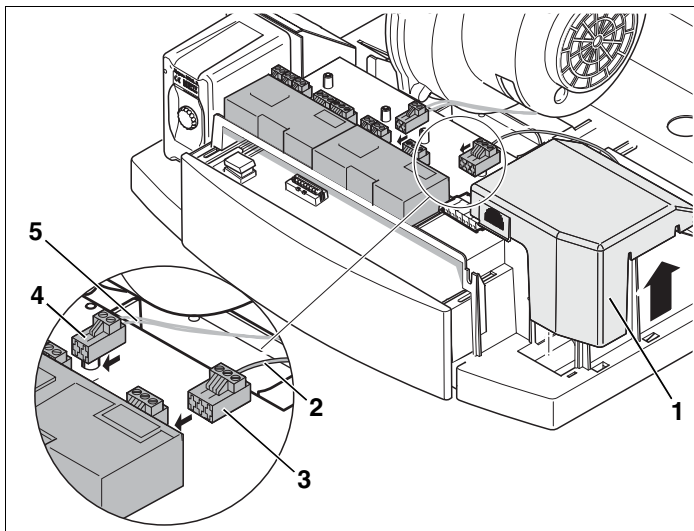

Fig. 3 Effectuer le branchement électrique
- Retirer le couvercle du boîtier de raccordement (fig. 3, **pos. 1**).
- Insérer correctement le câble de raccordement au réseau (fig. 3, **pos. 2**) et le câble Bus (fig. 3, **pos. 5**) du faisceau de câbles de la chaudière dans les bornes (fig. 3, **pos. 3 et 4**) du module de fonction.
- Câbler correctement les autres composants aux bornes (fig. 3, **pos. 3 et 4**) du module selon le schéma de raccordement.